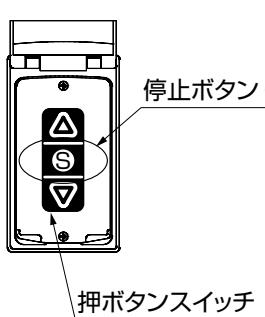

図15-1
- 押ボタンスイッチの停止ボタン(*1)を5秒間押し続けてください。(図15-1参照)